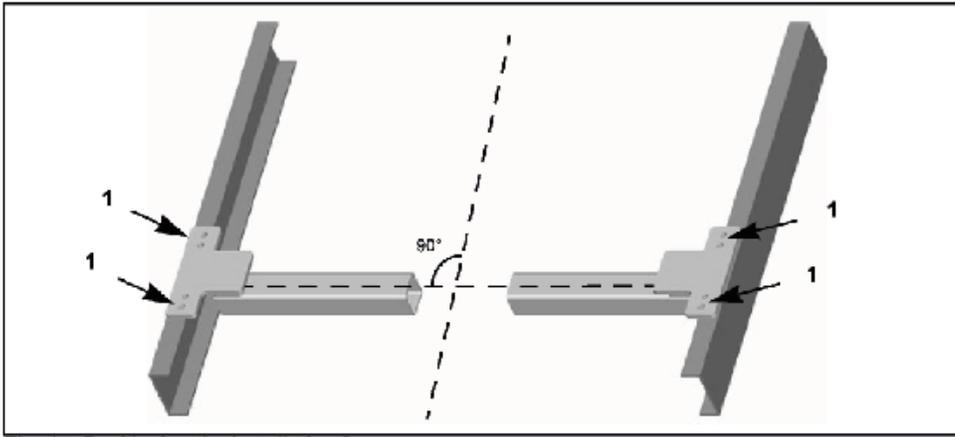

Fig. 15: Colocación del marco de instalación
3. Coloque el marco de instalación en el lado opuesto de la construcción de soporte y marque los orificios (1, Fig. 15).